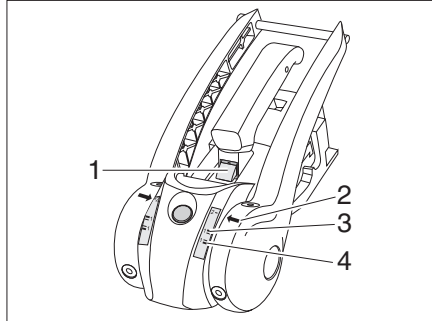

Fig. 150 Controllo usura guarnizioni di attrito
- Se la marcatura verde (Fig. 150,1) è visibile, le guarnizioni di attrito anteriori e posteriori sono ancora in uno stato regolare. Se la marcatura verde non è più visibile, le guarnizioni di attrito devono essere sostituite.
- Se la freccia (Fig. 150,2) è al di sotto del softdock 1 nel settore verde (Fig. 150,4), le guarnizioni di attrito a destra ed a sinistra sono in uno stato regolare. Se la freccia (Fig. 150,2) è al di sopra del softdock 1 nel settore rosso (Fig. 150,3), le guarnizioni di attrito devono essere sostituite.
- Se la marcatura verde (Fig. 150,1) è visibile, la sfera del gancio è in uno stato regolare. Se la marcatura verde non è più visibile, il diametro della sfera del gancio è < 49 mm e la sfera del gancio deve essere sostituita.